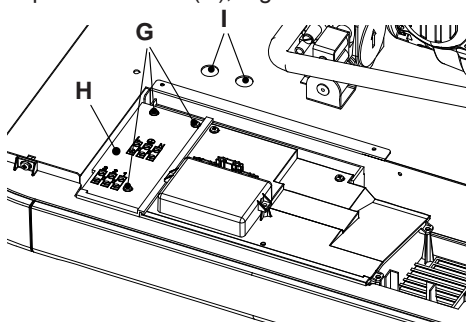

Figura 5.21
Svitare le viti (G) e rimuovere il coperchio copri morsettiera (H), Figura 5.21.